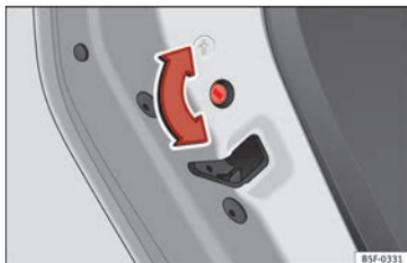

Abb. 36 Kindersicherung in der linken Tür
- Drehen Sie bei geöffneter Tür den Schlitz mit dem Fahrzeugschlüssel bei den linken Türen gegen den Uhrzeigersinn » **Abb. 36**
- Drehen Sie bei geöffneter Tür den Schlitz mit dem Fahrzeugschlüssel bei der rechten Tür gegen den Uhrzeigersinn und bei der linken Tür im Uhrzeigersinn » **Abb. 36**.